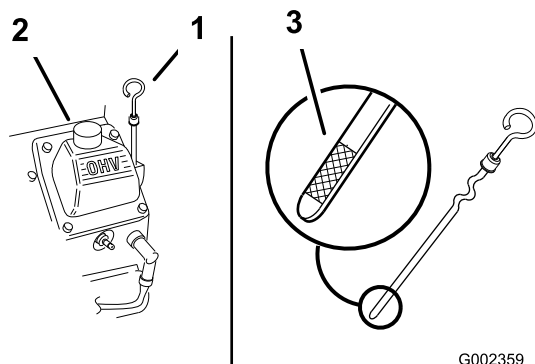

Figura 24
3. Pulite attorno all'asta di livello (Figura 24) in modo che la morchia non possa penetrare nel foro di rifornimento e danneggiare il motore.
4. Svitare l'asta di livello dell'olio e pulitene l'estremità (Figura 24).
5. Inserite a fondo l'asta di livello nel tubo di rifornimento, senza avvitarla (Figura 24).
6. Versate lentamente nel tubo di rifornimento (Figura 24) l'80% circa dell'olio indicato.